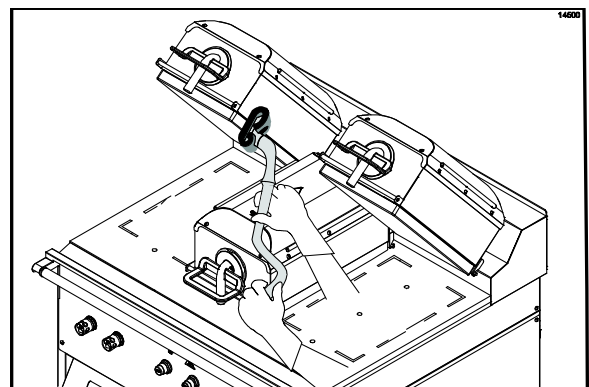

Abbildung 55
22. Grillreinigungsflüssigkeit auf die Innenkanten der rechten und der linken oberen Grillplatte auftragen. (Siehe Abbildung 55.)